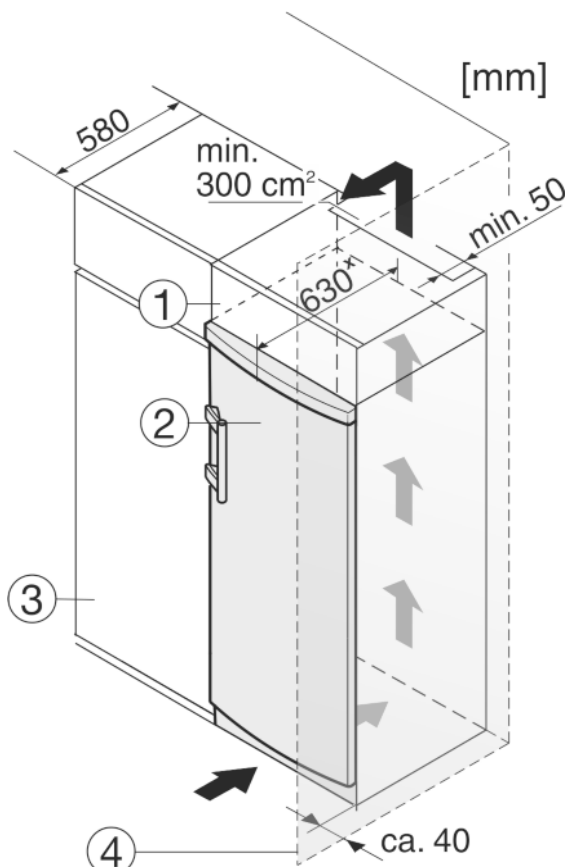

Fig. 11
Urządzenie może zostać obudowane szafkami kuchennymi. Aby dopasować urządzenie Fig. 11 (2) do wysokości ciągu szafek kuchennych, można nad urządzeniem umieścić szafkę nasadzaną Fig. 11 (1).
W przypadku obudowania szafkami kuchennymi (głębokość maks. 580 mm) urządzenie można ustawić bezpośrednio obok szafki kuchennej Fig. 11 (3). Urządzenie wystaje z boku o 34 mm \* i na środku urządzenia o 50 mm \* w stosunku do frontu szafek kuchennych.
Jeżeli urządzenie będzie ustawiane z zawiasami do ściany Fig. 11 (4), to pomiędzy urządzeniem i ścianą należy zachować minimalny odstęp, wynoszący 40 mm. Na taką odległość wystaje klamka przy otwartych drzwiach.